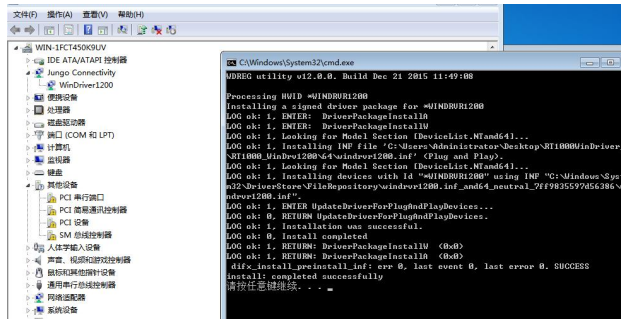

图 5-4 系统自动注册信息
3. 打开 RT1000WinDrive_2 文件夹，在“windrvr1210_Install.bat”文件处，单击鼠标右键，选择“以管理员方式运行(A)”，系统弹出如图 5-4 所示的 DOS 界面，开始自动注册 RT1000 卡的相关信息，等待 DOS 界面消失，即注册自动完成（注意：文件放置的路径中不能出现中文，否则可能无法运行该文件，若在运行过程中出现提示信息，请勾选“始终信任...”，并点击安装即可。）；